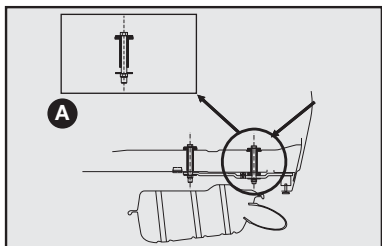
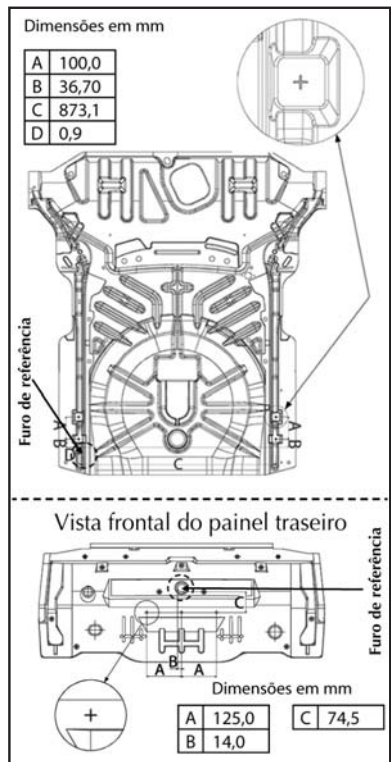
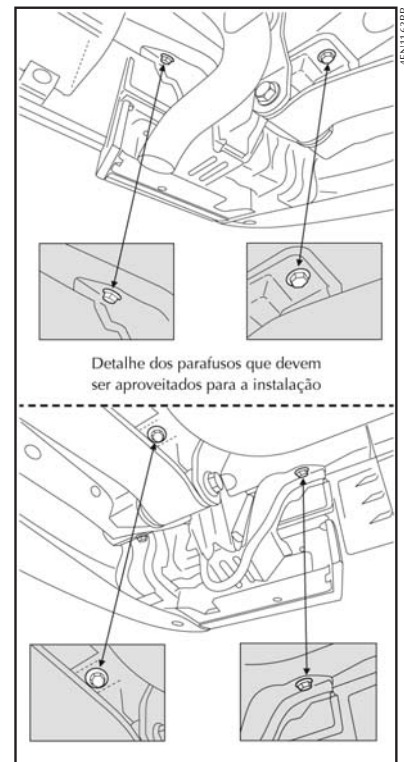

fig. 12
fig. 13
fig. 15
- Efetuar no veículo a furação com \varnothing (diâmetro) 11 mm traspassando o assoalho posterior (ver detalhe **A-fig. 12**) e a longarina nas marcas esquemáticas indicadas na figura correspondente ao modelo do seu veículo (**fig. 13 a fig. 15**).